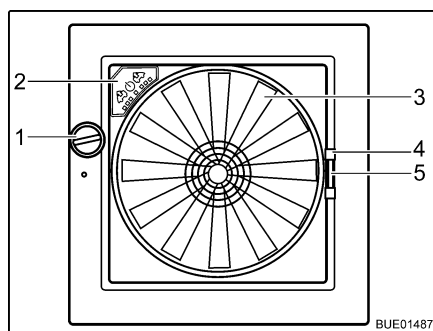

Fig. 85 Oblò Omni-Vent
- Apertura:** ■ Ruotare la manopola (Fig. 85,1), finché non si raggiunge l'angolo di apertura desiderato.
- Chiusura:** ■ Ruotare la manopola (Fig. 85,1), finché l'oblò non è completamente chiuso.
- Chiusura:** ■ Tirare la protezione contro gli insetti per la maniglia (Fig. 85,4) verso il lato opposto del telaio.
- Chiusura:** ■ Serrare la maniglia (Fig. 85,5) dell'oscurante.
Se l'oblò è aperto, l'abitacolo può essere ventilato e sfiato con il ventilatore a 6 stadi (Fig. 85,3). Il ventilatore si controlla dal quadro di comando (Fig. 85,2).